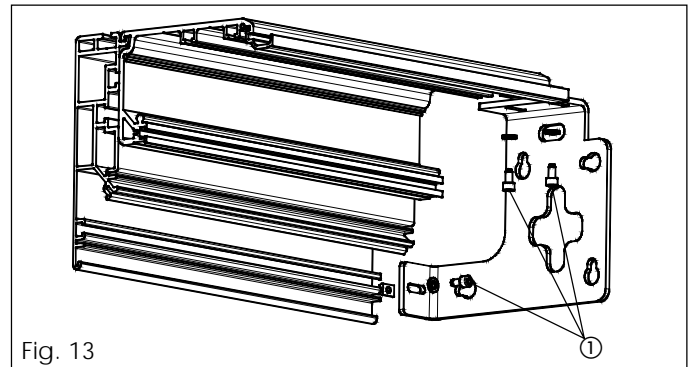

Fig. 13
- Posizionare i piastrini nelle apposite sedi e fissare le piastre laterali con le tre viti di fissaggio M6 (fig. 13 rif. ①).